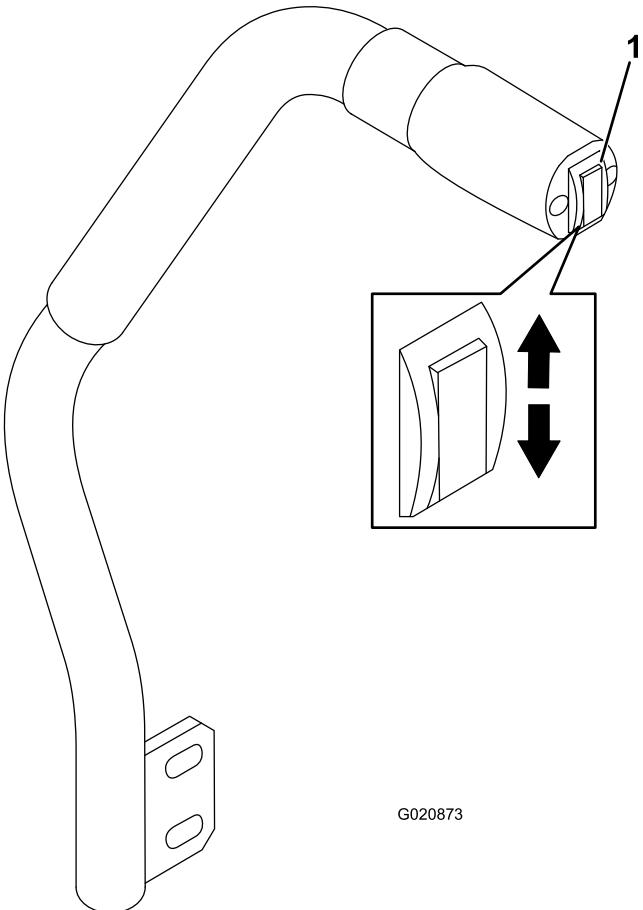

Рисунок 21
Подъем и опускание режущего блока производится с помощью переключателя подъема деки (Рисунок 21). Рычаг можно использовать только при работающем двигателе.
- Чтобы опустить режущий блок, нажмите переключатель подъема деки вниз (Рисунок 21).
- Чтобы поднять деку газонокосилки, нажмите переключатель подъема деки вверх (Рисунок 21).
- При работающем двигателе нажмите переключатель подъема деки вверх, пока режущий блок не поднимется полностью, и **немедленно отпустите переключатель** (Рисунок 21).